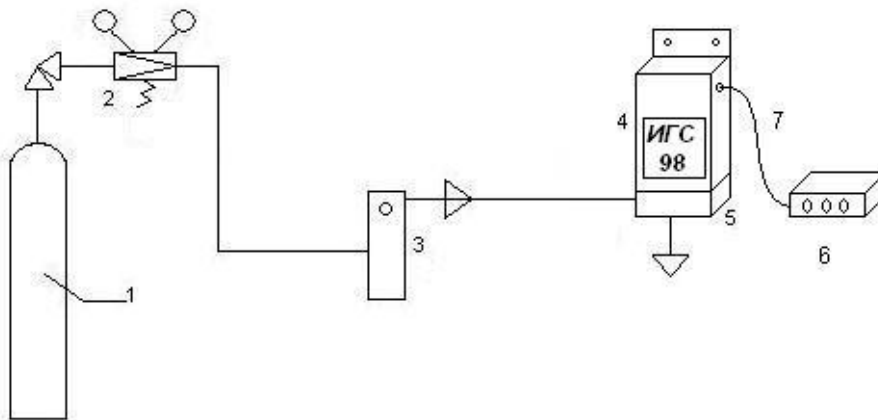

рис. 1. Принципиальная схема газовой установки для проверки стационарных ГС серии ИГС-98 от баллонов со сжатыми газовыми смесями ПГ-ГСО.
3.7.1. Поверку ГС на чувствительность к таким газам, как  $O_2$ ,  $CO$ ,  $CO_2$ ,  $H_2$ ,  $CH_4$ ,  $C_2H_6$ , производят на установке, представленной на рис. 1, с использованием сжатых аттестованных пневмогазовых смесей (ПГС-ГСО) в баллонах.
- Плата для двухпроводного подключения (маркировка ЕС-А8М) – используется в ГС «Агат-Д», «Астра-Д», «Хмель-Д», «Хвощ-Д» «Мак-Д» «Клевер-Д», «Мак-Д», «Сирень-Д», «Сапфир-Д», «Флора-Д». Принципиальная схема показана на рис.1, расположение элементов – на рис.1а и 1б.
рис. 1а. Расположение элементов на плате EC-A8M с обратной стороны